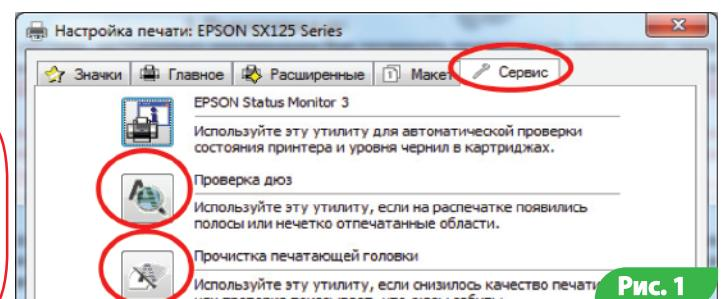

Рис. 1
1.2. Напечатайте тест проверки дюз для оценки работоспособности принтера. Для этого вызовите диалоговое окно настройки печати принтера: в Windows нажмите „Пуск“ > „Панель управления“ > „Принтеры и факсы“ > нажимаем правой кнопкой мыши на нужном принтере (МФУ) > в контекстном меню выбираем „Настройка печати“ > открывшемся окне (Рис. 1) выбираем вкладку „Сервис“ > нажимаем кнопку „Проверка дюз“.
Если тест дюз дал положительный результат переходите к установке СНПЧ. Результат отрицательный, выполните рекомендации по прочистке печатающей головки программными средствами принтера ((Рис. 1) Вкладка „Сервис“, кнопка „Прочистка печатающей головки“), если это не дает положительного результата, обратитесь в специализированный сервисный центр для ремонта принтера и промывки печатающей головки.